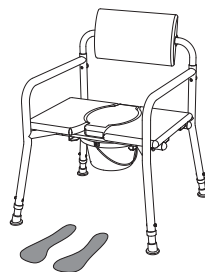

Abb. 19
2. Stellen Sie sich so nah wie möglich an das Produkt, drehen Sie sich um (Abb. 19) und gehen Sie vorsichtig so weit zurück, bis Sie die Kante der Sitzfläche an Ihren Beinen spüren.